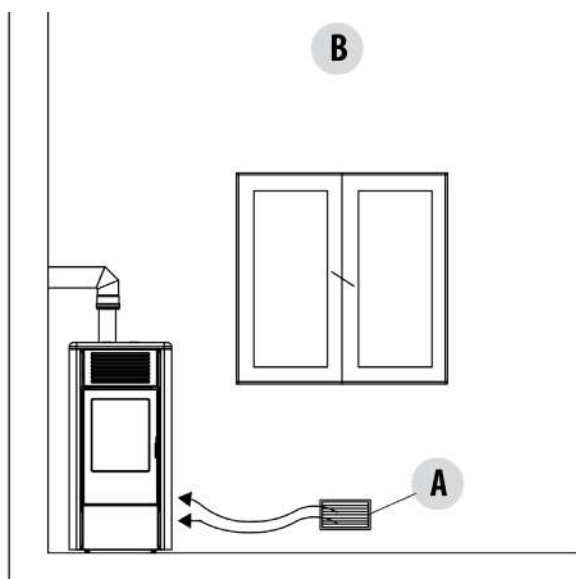
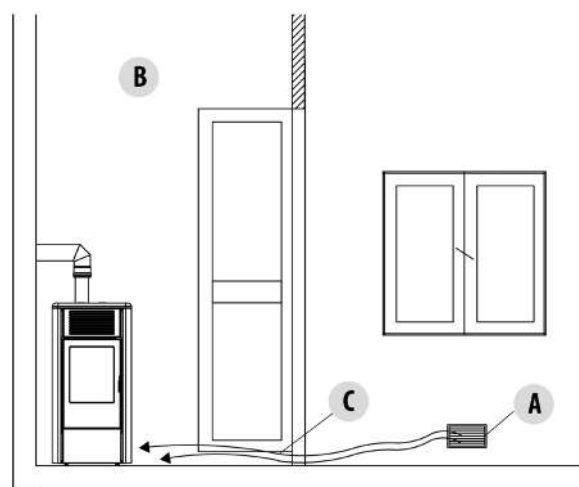

Fig. 11 - Solução 1 = diretamente do lado de fora
Fig. 12 - Solução 2 = de forma indireta do local adjacente
É obrigatório que haja adequada entrada de ar que permita a entrada de ar de combustão necessário para o bom funcionamento do produto. O fluxo de ar entre o lado externo e o local de instalação deve ocorrer diretamente, através da abertura em uma parede externa do local (ver "Solução 1" **Fig. 11 a pag. 15**); ou de modo indireto, mediante extração de ar dos locais adjacentes e comunicantes de modo permanente com aquele da instalação (ver "Solução 2" **Fig. 12 a pag. 15**). Como locais adjacentes devem ser excluídos aqueles utilizados como quartos, casas de banho, garagens e, em geral, locais com perigo de incêndio. Durante a instalação é necessário verificar as distâncias mínimas necessárias para extrair o ar externo. Considerando a presença de portas e janelas que possam interferir com o fluxo correto do ar para a estufa (ver esquema abaixo). A tomada de ar deve ter uma superfície mínima total de 80 cm2; esta superfície deve ser consequentemente aumentada se no interior do local a ventilar existam outros geradores de calor ativos (tais como ventiladores elétricos para a extração do ar viciado, exaustores de cozinha, outras estufas, etc.), que podem colocar o ambiente em depressão. É necessário verificar se, com todas as aparelhagens ligadas, a queda de pressão entre o ambiente e lado externo supera o valor de 4 Pa (também para aparelhos em câmara estanque se o ar de combustão não for adequadamente canalizada para fora). Se necessário, aumentar a secção de entrada da tomada de ar que deve ser feita em altura próxima ao pavimento e protegida com grelha de proteção externa para que não seja obstruída por nada, inclusive voláteis.
**LEGENDA** Fig. 11 a pag. 15 - Fig. 12 a pag. 15